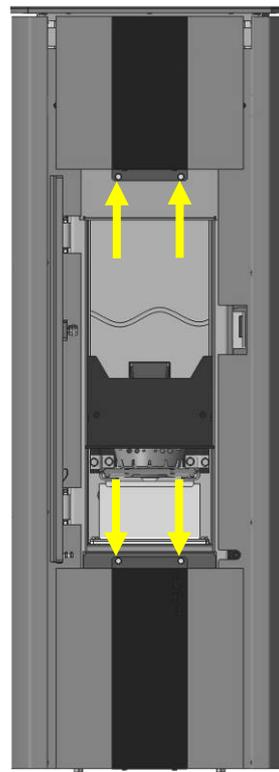

Fig. 8 : vue avant *daily.nrg*[®]
3. Dévissez les vis de fixation des habillages (Fig. 8)